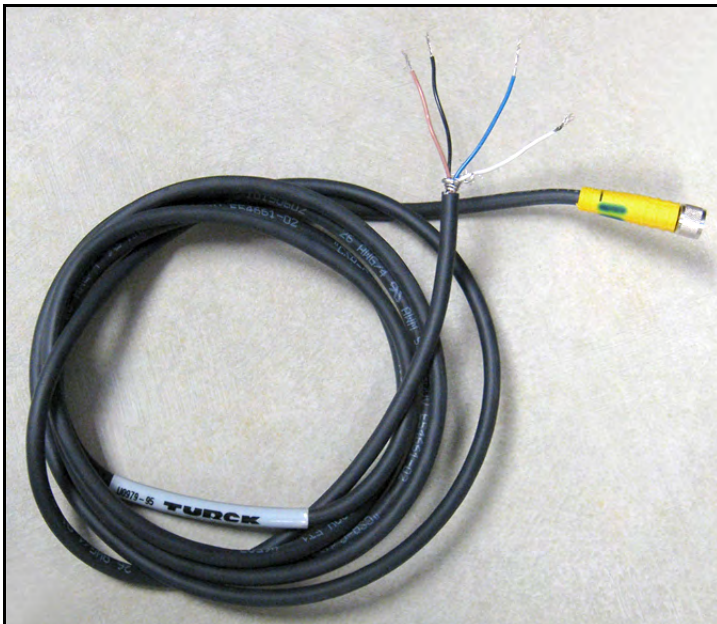

Figura 26: Quatro fios, cabo IQ.probe
1. Insira a extremidade do cabo da sonda (consulte *Figura 26* abaixo) com o conector na sonda e gire a cabeça do conector em sentido horário até ela estar fixa.